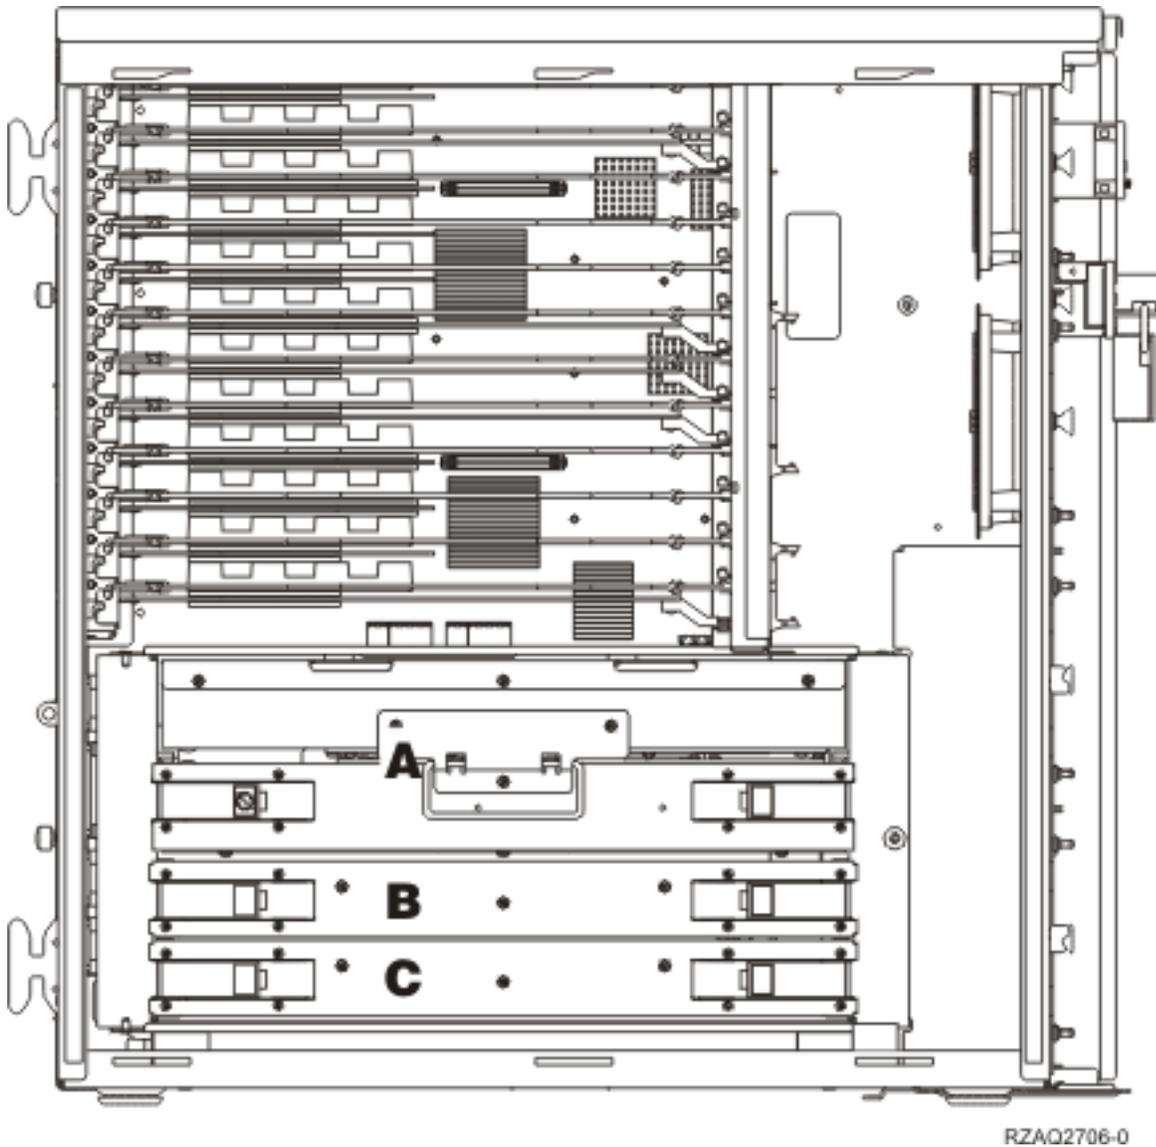

Figura 22. Localização de conjuntos de placas na unidade do sistema 820
- \_\_ 19. Já possui um conjunto de placas 2884 instalado na posição **B** de Figura 22 na página 28 no modelo 820?
- 20. A **Figura 22** indica a localização dos conjuntos de placas 2884 **B**, **C** e do conjunto de placas do processador **A** num modelo 820.